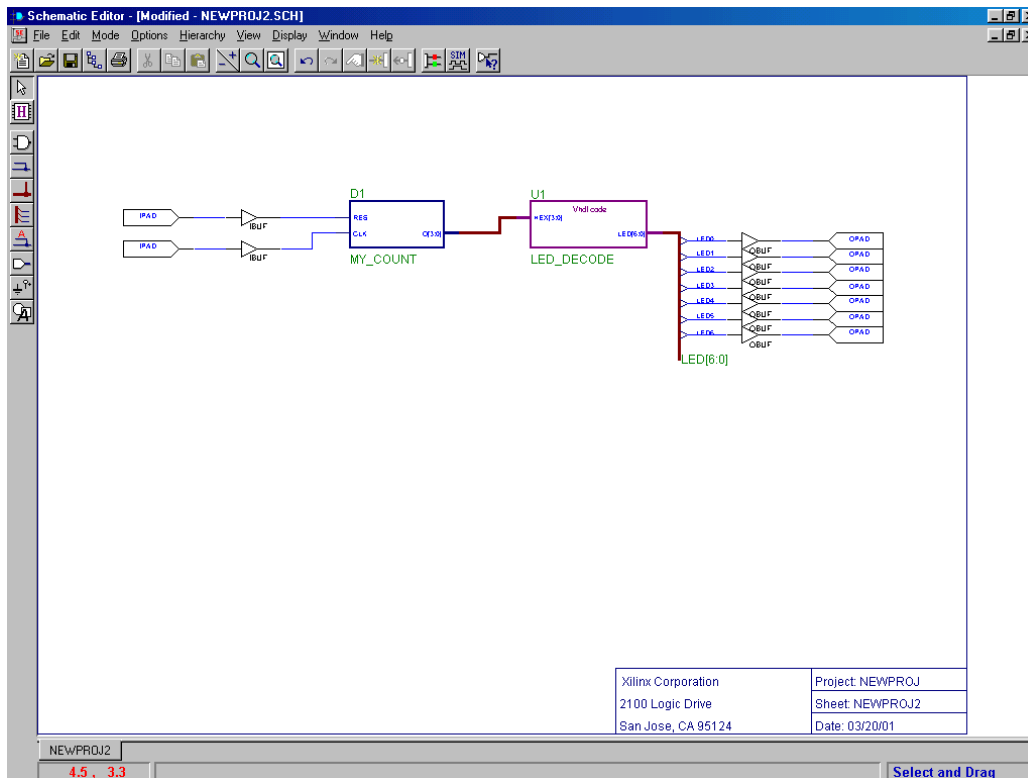

Рис. 11. Законченная схема
После подготовки всех элементов схемы они соедините их между собой и с элементами ввода/вывода. В результате Вы должны получить следующую схему (рис.11)
- Загрузите редактор топологии (рис. 11) и проанализируйте